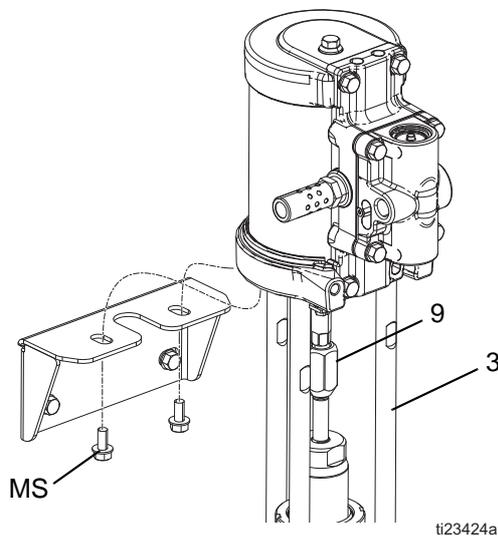

FIG. 4: Disconnessione del motore pneumatico
3. Vedere FIG. 4. Usare una chiave a tubo per rimuovere le due viti di montaggio superiori (MS).